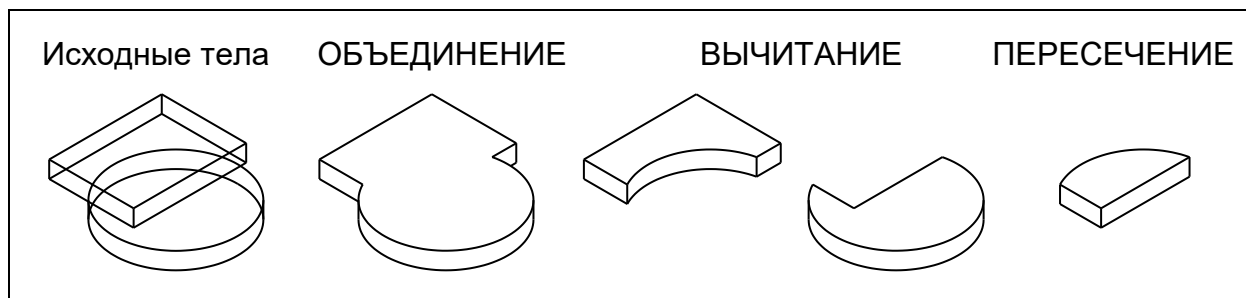

Рис. 13
**Объединение тел** выполняется командой **ОБЪЕДИНЕНИЕ** (рис. 13). В результате объединения набор выбранных тел преобразуется в *одно* новое те-
**Вычитание тел** выполняется командой **ВЫЧИТАНИЕ**. Сначала выбирается набор тел, из которых производится вычитание, затем – набор вычитаемых тел. Так, на рис. 13 при выполнении вычитания в первом случае из призмы вычтен цилиндр, во втором случае из цилиндра вычтена призма. Результатом вычитания является *одно* новое тело, которое также может состоять из нескольких обособленных частей. Если исходные тела не перекрываются, то операция вычитания по отношению к ним игнорируется.
**Пересечение тел** выполняется командой **ПЕРЕСЕЧЕНИЕ** (см. рис. 13). В результате пересечения образуется *одно* новое тело в объеме, общем для всех выбранных тел. Если таких общих объемов несколько, то новое тело будет состоять из нескольких обособленных частей. Если же тела не имеют общего объема, то операция пересечения по отношению к ним игнорируется.